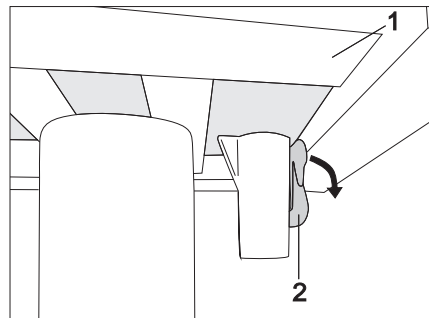

Bild 96 Spärr bord med en pelare (låst)
- Fäll ned spärren (Bild 96,2).
- Förskjut bordsskivan (Bild 96,1) till önskat läge.
- Fäll upp spärren (Bild 96,2) igen.